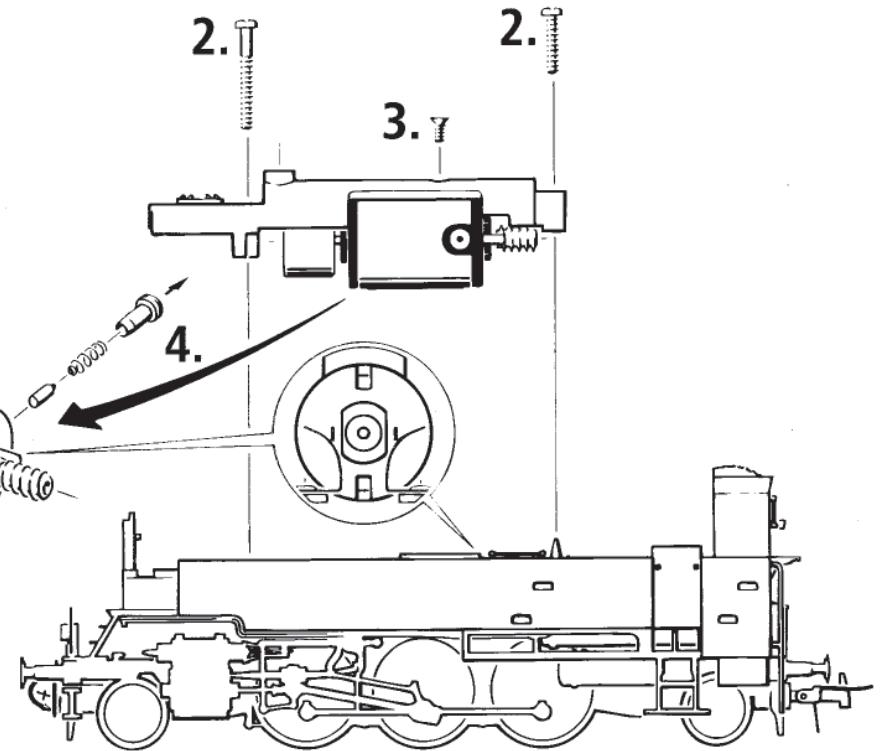

Fig. 9
4. Haftreifenwechsel: Zuerst Kurbelzapfen herausziehen (Fig. 9). Danach den **Haftreifen** mit einer Nadel oder einem feinen Schraubendreher abziehen. Beim Aufziehen des neuen Haftreifens bitte darauf achten, dass dieser sich **nicht verdreht** (Fig. 9).
4. Change of traction tyre: First pull out crank shaft pin (fig. 9). Take out the **wheel set** and remove the **traction tyre** using a pin or a fine screwdriver (fig. 9). When pressing on the new traction tyre please **avoid twisting it**.
Retirez le pivot de manivelle (fig. 9). Enlevez les bandages d'adhérence à l'aide d'une aiguille ou d'un tourne-vis fin. Lors du montage des nouveaux bandages veuillez veiller à ce que les bandages **ne soient pas tor-dues** (fig. 9).